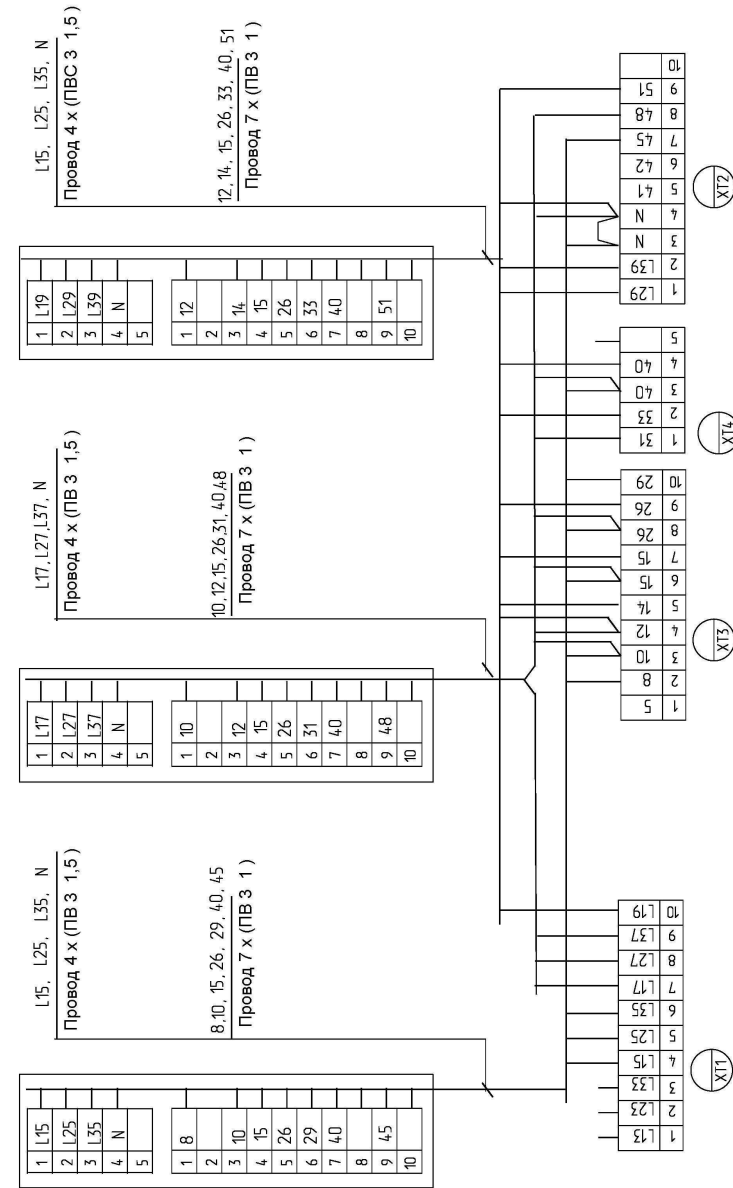

Рис. 4. Схема электрическая соединений подъемника ПС-16АТ
4.4. Перечень элементов схемы электрической принципиальной приведен в таблице № 1. Схема электрическая соединений приведена на Рис. 4.